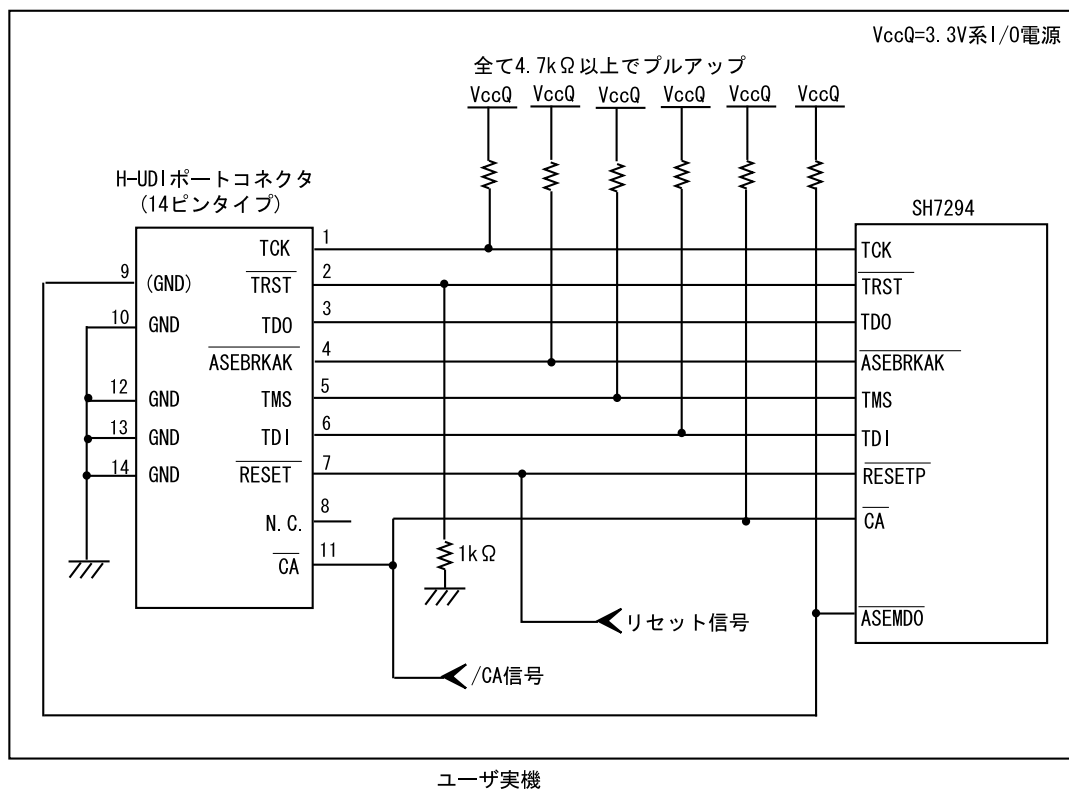

図 1.6 E10A-USB 使用時の H-UDI ポートコネクタ - チップ間の推奨接続例
E10A-USBエミュレータ使用時のH-UDIポートコネクタ(14ピンタイプ)とチップ間の推奨接続例を図 1.5、図 1.6 に示します。
- E10A-USB エミュレータのスイッチ(SW2=0,SW3=0 側)を切り替えることにより 11pin を /CA 端子として使用することができます。本設定では、UVCC 端子にユーザ電源を供給できませんので、ユーザインタフェースの I/O 電圧は 3.3V 固定となります。このとき、8pin は N.C.(オープン)としてください。(図 1.6 参照)